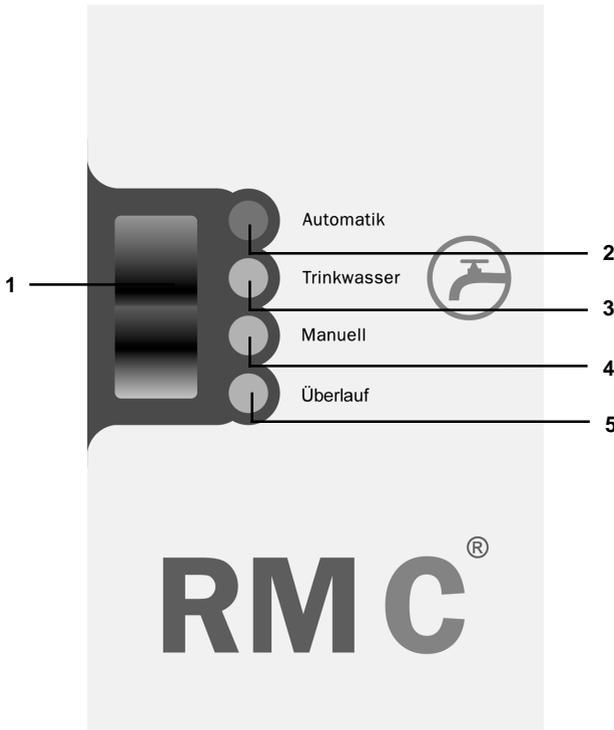

Bild 2
1.5 Kontrollelement RMC (Siehe Bild 2)
- **Wippschalter (1)**